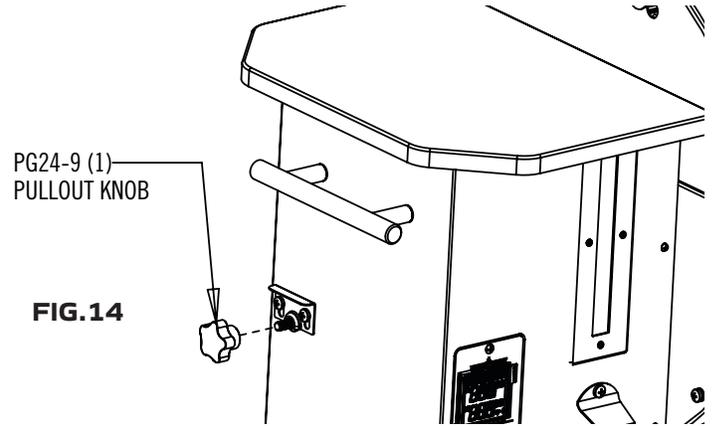

FIG. 14
1. Serrer à la main le bouton de nettoyage du bac à déchets comme indiqué à la Fig. 14.